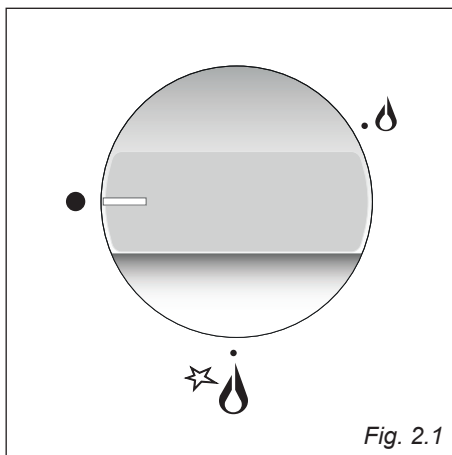
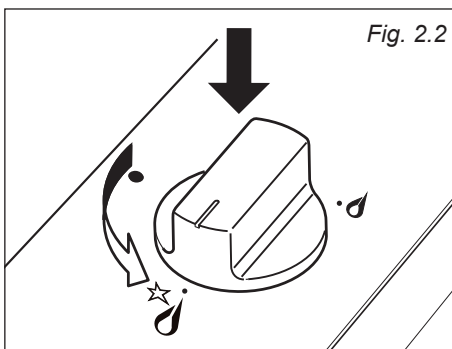

Fig. 2.1
Fig. 2.2
L'afflusso del gas ai bruciatori è regolato da un rubinetto valvolato comandato dalla manopola di fig. 2.1.
- ✓ L'accensione elettrica è incorporata nelle manopole dei bruciatori e si identifica per il simbolo ✧ vicino al simbolo 🔥 (fig. 2.1).
1. Premere e ruotare la manopola corrispondente (fig. 2.2) fino alla posizione di portata massima  (fiamma grande - fig. 2.1) e mantenere premuta la manopola fino ad accensione avvenuta.